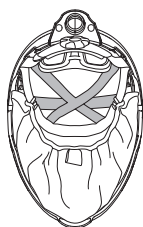

fig.1a
Étape 1: Ajustez la bande supérieure à la longueur la plus confortable en fonction de la taille de votre tête ou de celle du porteur (voir fig.1a).